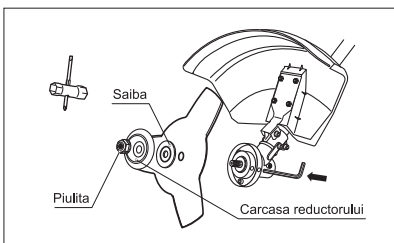

fig. 7
1. Aliniați orificiul șaibei pentru flanșă cu orificiul din carcasa reductorului (fig. 7). Introduceți un știft metalic de blocare în orificiul carcasei reductorului și în orificiul șaibei pentru flanșă.
6. Ținând știftul de blocare cu mâna strângeți bine piulița cu ajutorul cheii tubulare (este inclusă în setul de livrare), rotind-o în sens contrar acelor de ceasornic (fig. 7).